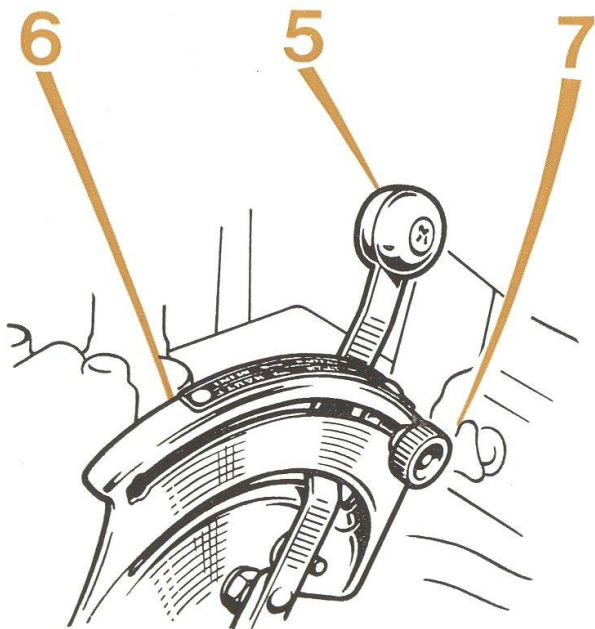

FIG. 31
- Recherche de la profondeur de travail optimale en jouant sur la position du levier de commande du relevage (5) (fig. 31). Plus le levier sera poussé vers l'avant et plus la profondeur dans le terrain sera grande.
- Fixation de la profondeur de travail par la butée (7 fig. 31).